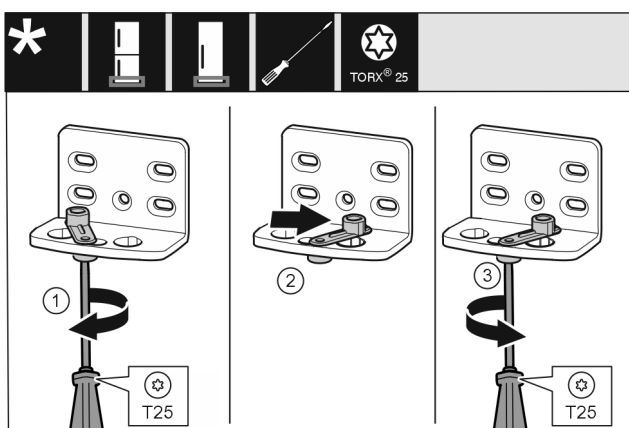

Fig. 14
- Enrosque el tornillo con el destornillador T25 sin apretar. Fig. 14 (1)
- Levante el dispositivo auxiliar de cierre de la puerta y gírelo 90° hacia la derecha en el orificio. Fig. 14 (2)
- Apriete el tornillo con el destornillador T25. Fig. 14 (3)